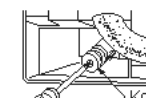

Fig. 3
- Łącząc wąż spustowy z rurą z twardego PCV, należy go starannie wsunąć do rury. (Fig. 3)
- 4) Umieścić korek spustowy w części, do której zostanie podłączony wąż spustowy z tyłu jednostki wewnętrznej. (Fig. 3)
- 2) Całkowicie usunąć wszelkie zadziory z końców rury. (Fig. 3)